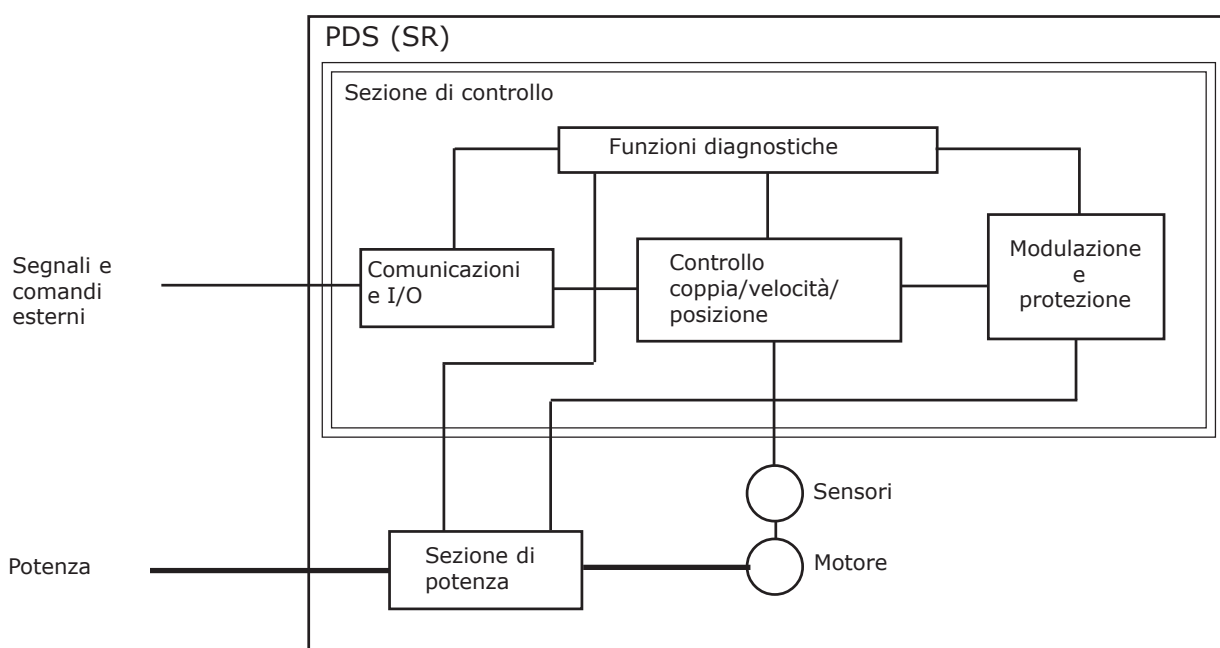

Fig.2: elementi funzionali di un PDS (SR).
PDS (SR) (power drive system - safety related): azionamento elettrico idoneo per l'uso in applicazioni relative alla sicurezza (vedi fig.2).